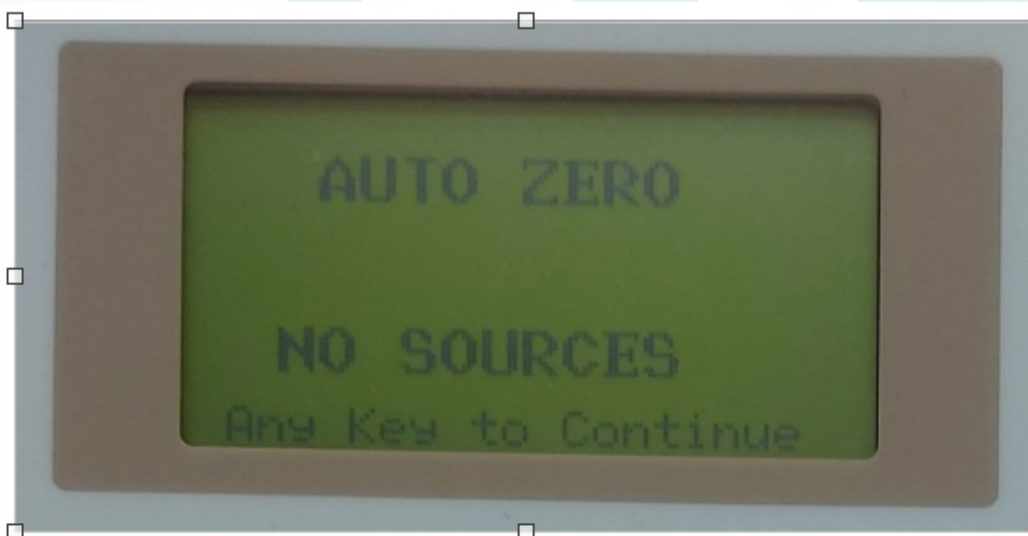

Figura 5 - Teste 'Auto Zero'
4.9. Pressionar a tecla ENTER quando for apresentada a tela AUTO ZERO (NO SOURCES), conforme a Figura 5, e aguardar pelo resultado. Anotar na planilha;